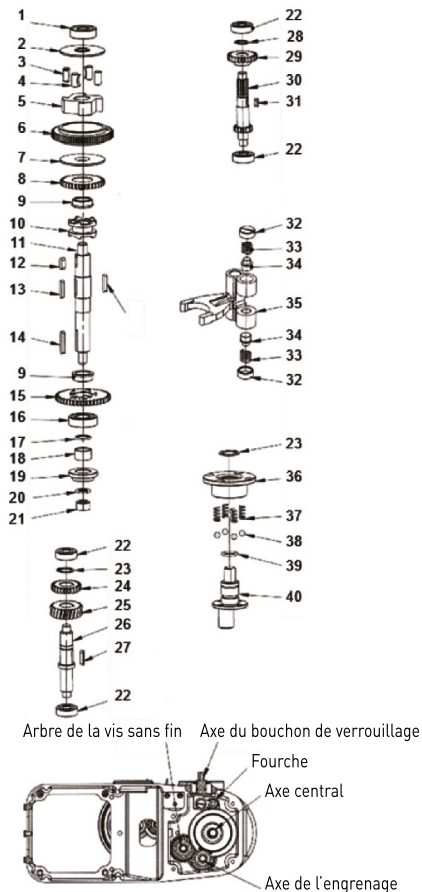

Fig. 2 : Unité de l'engrenage
- Unité de levage de la cuve (Fig. 2) ;
Liste de pièces sur la Fig. 2